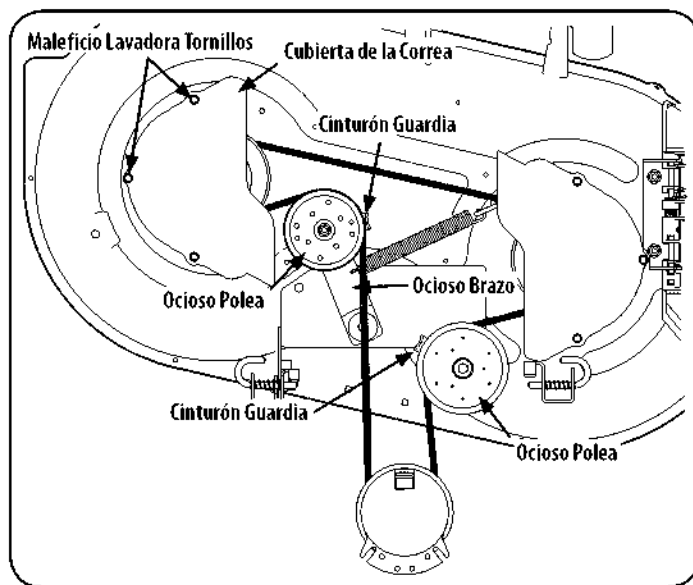

Figura 35
2. Quite los tornillos de la arandela hexagonales cubiertas de la correa de la cubierta. Ver Figura 35.
5. Instalar la nueva correa alrededor de las poleas del eje como se muestra y vuelva a instalar la cinta cubre. Ver Figura 35.